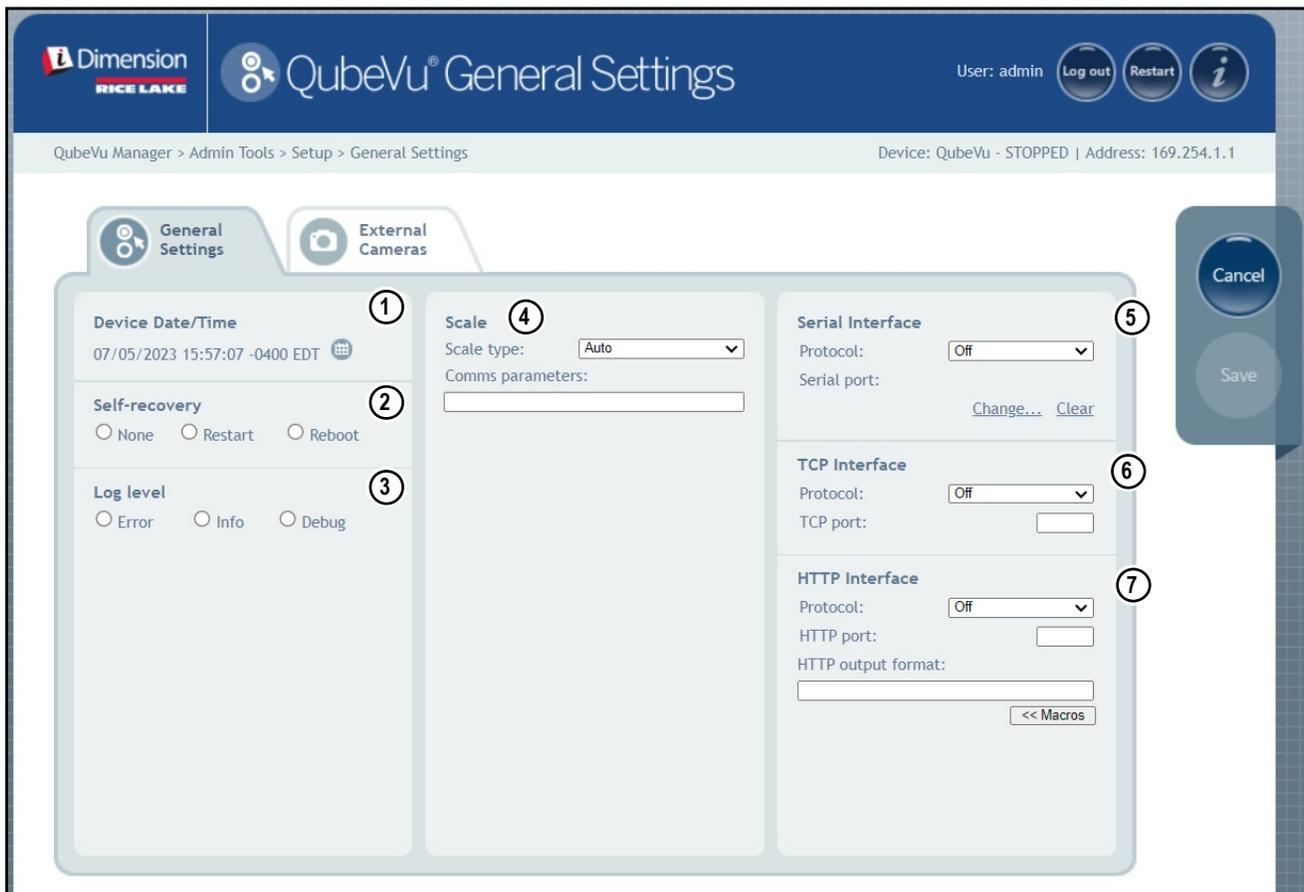

Abbildung 5-2. Registerkarte „General Settings“ (Allgemeine Einstellungen)
1. Wählen Sie **QubeVu** oder **Cubiscan 110/150** in der Dropdown-Liste der seriellen Schnittstellen aus (Pos. 5 in Abbildung 5-2 auf Seite 22).